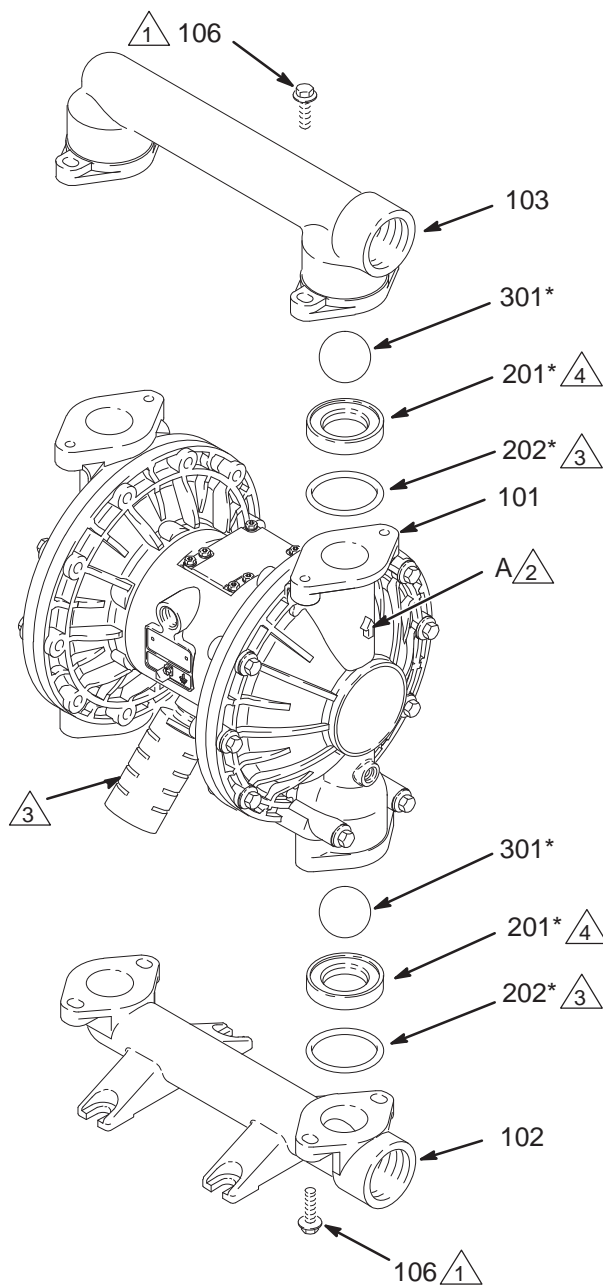

FIG. 10
3. Skruva med en 13 mm hylsnyckel bort de fyra bultarna (106) som håller fast utloppsfördelningsröret (103) på vätskelocken (101). Se FIG. 10.
4. Ta bort o-ringarna (202, *finns inte på en del modeller*), säten (201), och kulor (301) från fördelningsröret.
5. Vänd på pumpen och skruva bort intagsfördelningsröret (102). Ta bort o-ringarna (202, *finns inte på en del modeller*), säten (201), och kulor (301) från vätskelocken (101).
2. Sätt samman i omvänd ordning enligt anvisningarna i FIG. 10. Montera kulventilerna **exakt** så som visas i skissen. Pilarna (A) på vätskekåporna (101) **måste** peka mot utloppsfördelningsröret (103).